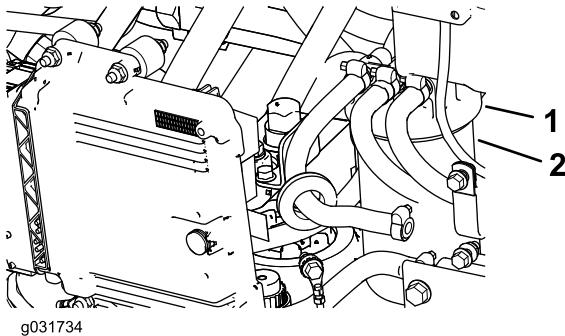

Figura 99
1. Limpie la zona alrededor de la cabeza del filtro de combustible (Figura 99).
2. Retire el filtro y límpie la superficie de montaje del cabezal del filtro (Figura 99).